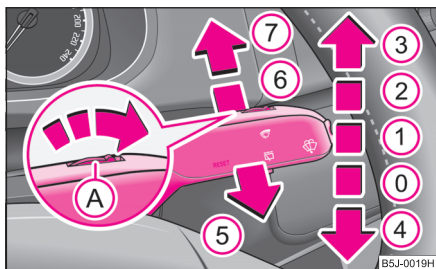

Abb. 44 Scheibenwischerhebel
Der Scheibenwischerhebel ⇒ Abb. 44 hat folgende Stellungen:
- Drücken Sie den Hebel vom Lenkrad weg in die Stellung ⑥ ⇒ Abb. 44, der Scheibenwischer wischt alle 6 Sekunden.
Zum Reinigen der Scheinwerfer kommt es nach jedem fünften Betätigen der Frontscheibenwaschanlage und wenn das Abblend- oder Fernlicht eingeschaltet ist sowie der Scheibenwischerhebel ca. 1 Sekunde in der Stellung **5** ⇒ Seite 54, Abb. 44 gehalten wird.